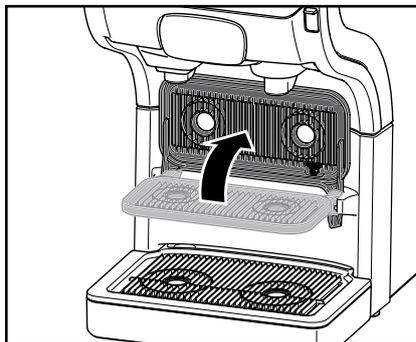

図11
- ・ ポットを置く場所を作るには、カッププレートを上倒してください。(図11)